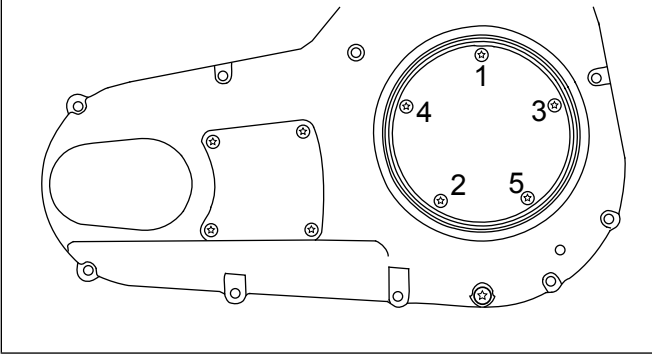

Abbildung 1. Anzugsreihenfolge, Kupplungsinspektionsdeckel
5. Die Dichtung und den Kupplungsinspektionsdeckel (1) mit den Schrauben und Unterlegscheiben aus dem Satz am Primärkettengehäusedeckel anbringen. Die Schrauben auf ein Drehmoment von 10–12 N·m (84–108 **in-lbs**) in der in Abbildung 1 abgebildeten Reihenfolge anziehen.